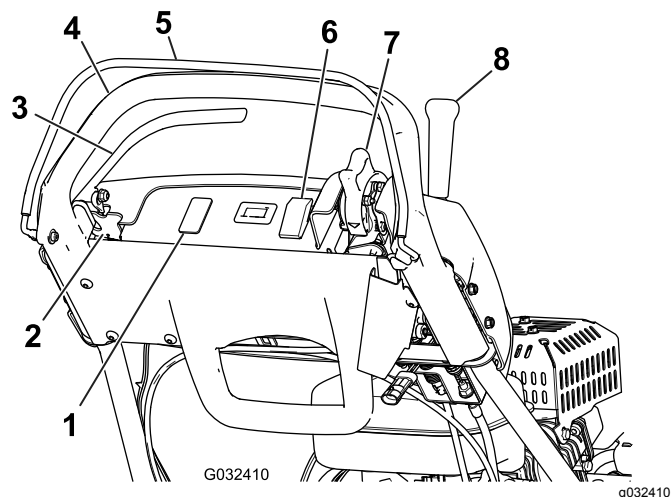
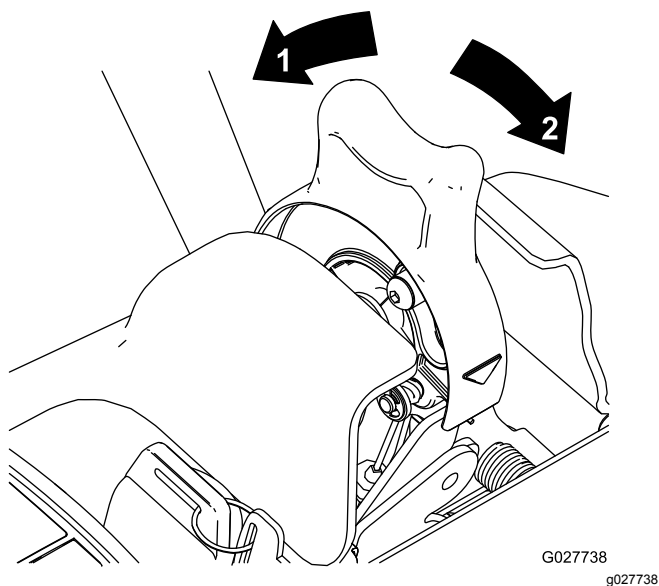

Рисунок 14
Рисунок 15
Регулятор дроссельной заслонки (Рисунок 14 и Рисунок 15) находится на задней правой стороне панели управления. Регулировка частоты вращения двигателя производится поворотом переключателя дроссельной заслонки.
Двухпозиционный переключатель (Рисунок 14) находится в верхней части пульта управления. Переведите этот переключатель в положение «Вкл.» (ON), чтобы запустить двигатель, и в положение «Выкл.» (OFF), чтобы его заглушить.
Механизм контроля присутствия оператора (Рисунок 14) необходимо включить до включения рычага тяги. При отпусании механизма контроля присутствия оператора во время работы рычаг тяги переходит в нейтральное положение, но двигатель продолжает работать.